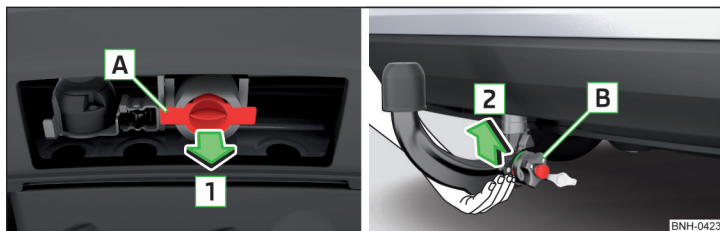

Fig. 214 Scoaterea clapetei pentru locașul de fixare/introducerea tijei cuplei
- Pentru **pregătirea montării**, scoateți clapeta de la locașul de fixare **A**, în sensul săgeții **1** » fig. 214.
- Pentru **montare**, apăcați tija cuplei **de jos** » fig. 214.
După demontarea tije cuplei, montați clapeta pentru locul de fixare **A** în sens opus săgeții **1** » fig. 214 la pagina 187.